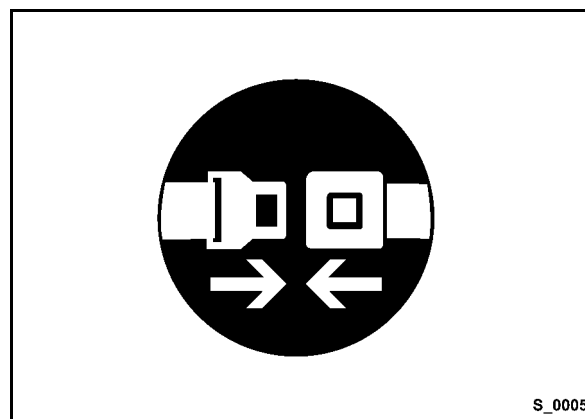

Fig. 48
- Abrochar el cinturón de seguridad (Fig. 48).